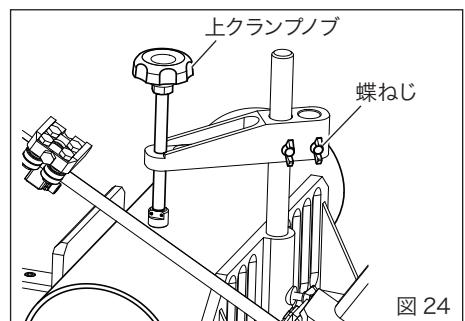

図24
⑤切断材料の中心位置及びフレームの降下に邪魔にならない位置に上クランプをセットしてください。上クランプには2個の穴があるので切断材料により選択してください。上クランプを蝶ねじで固定してください。上クランプノブを時計方向に回し、切断材料をバイスに密着させてください。(図24)
⑥バイスハンドルを時計方向に回し、切断材料をしっかりと固定します。
①プレートAの蝶ねじを緩め、上クランプを取り外してください。(図24)